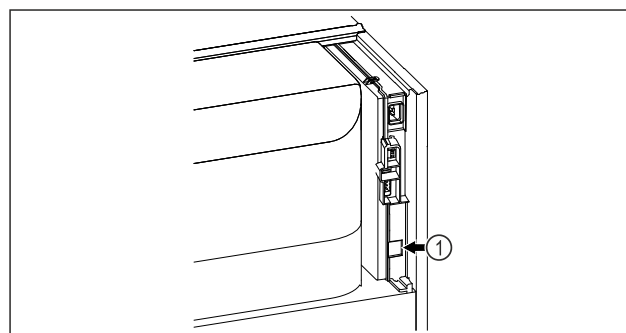

Fig. 135
- Se utiliza SmartModule Fig. 135 (1).